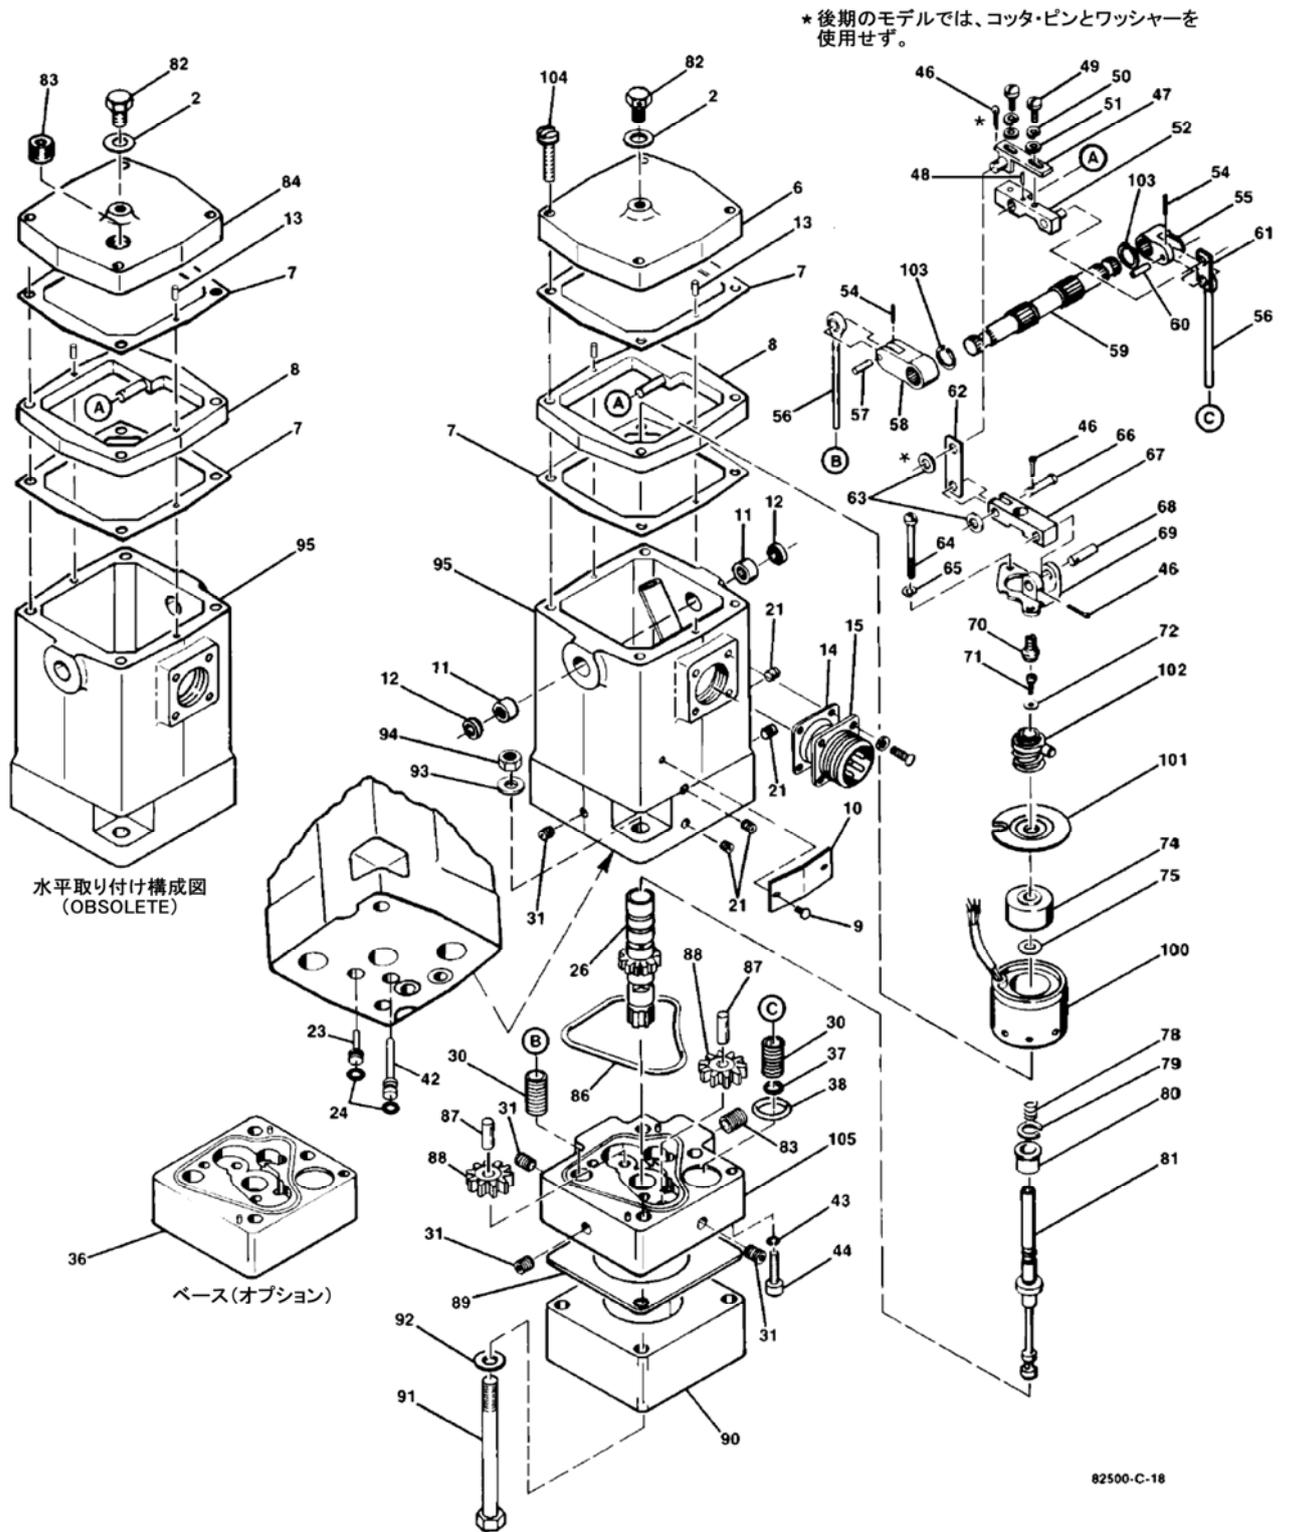

図 4-1b 分解図(オイル・モータ型 EG-3P アクチュエータ)
1. カバー(図 4-1B の 6)を外しフィードバック・ブラケット(47)を調整出来るようにします。